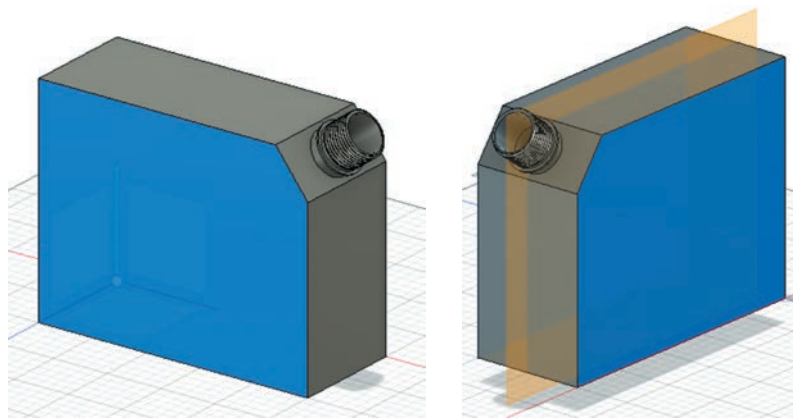

Рис. 52. Создание вспомогательной плоскости
3.2. Инструмент **Midplane** строит плоскость, которая находится посередине между двумя заданными. Щёлчком мышью последовательно по боковым плоскостям канистры (рис. 52).
Мы сразу видим автоматически построенную вспомогательную плоскость (см. рис. 52).